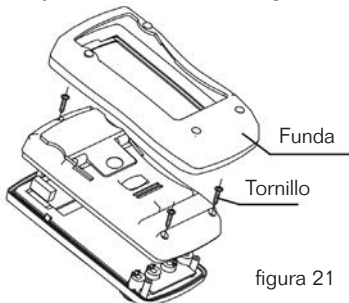

figura 21
B. Cómo reemplazar los fusibles (ver figura 21)